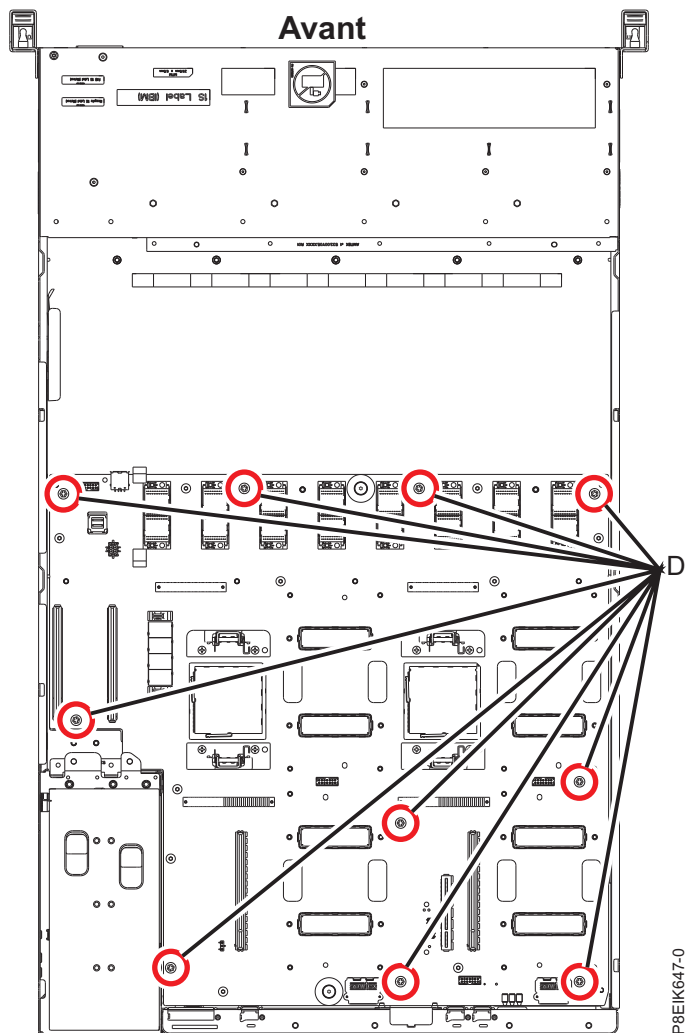

Figure 120. Emplacement des vis du fond de panier système
4. Alignez et vissez les 10 vis à tête hexagonale noires (D) dans le fond de panier. Leur position est illustrée figure 120, à la page 105.